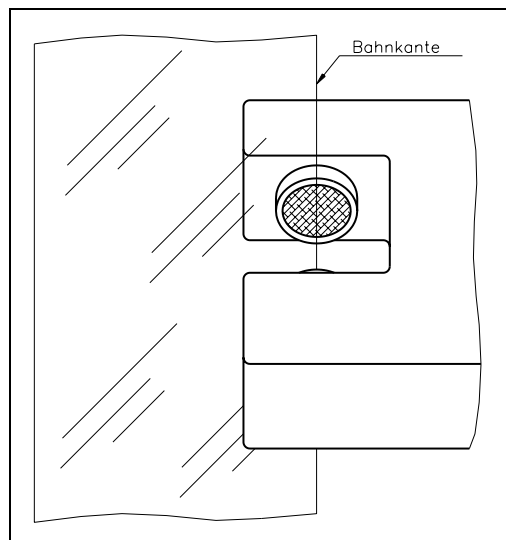

Bild 3: Ausrichtung der Sensorachse zur Materialbahn
- Sensorachse auf Materialkante ausrichten. Der Sensor ist richtig positioniert, wenn die Bahnkante durch die Sensorachse läuft (Mitte der aktiven Fläche; siehe Bild 3).